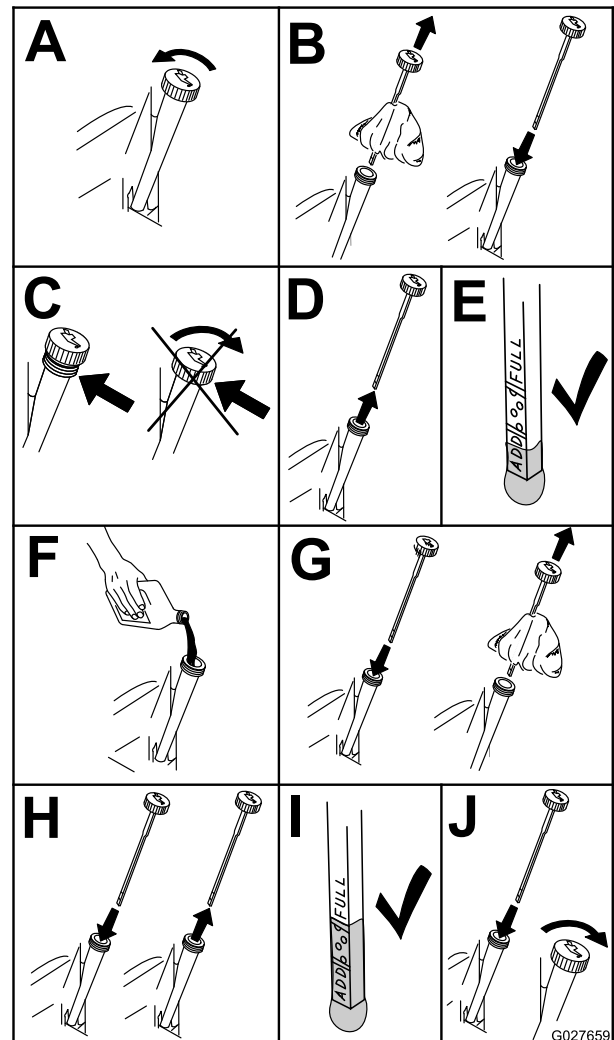

Bild 52
2. Stellen Sie vor dem Verlassen des Fahrersitzes den Motor ab, ziehen Sie den Schlüssel ab und warten Sie, bis alle rotierenden Teile zum Stillstand gekommen sind (Bild 52).